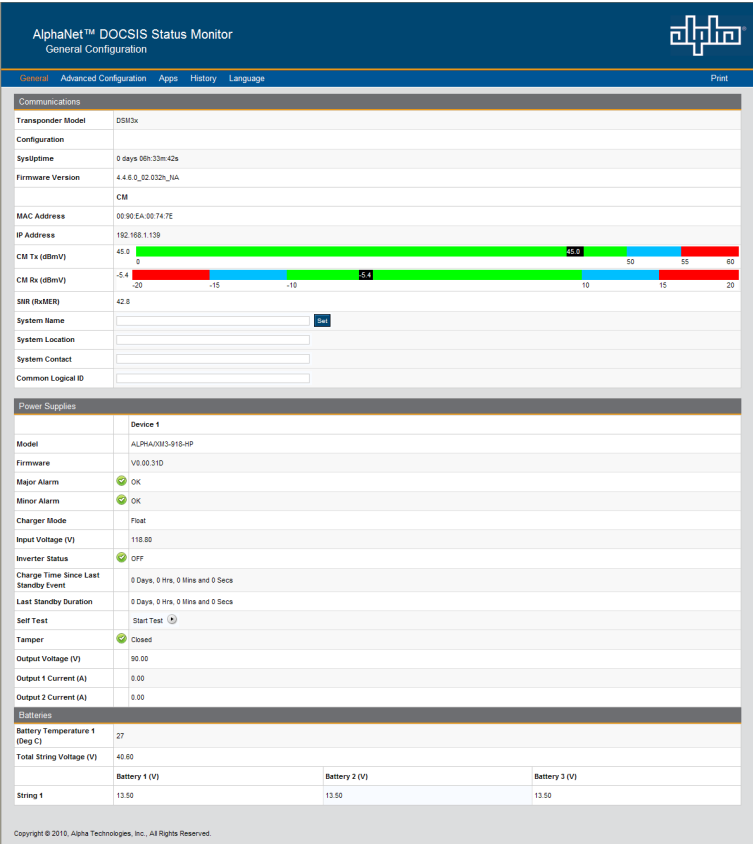

Fig. 2-30, Página de inicio del servidor Web
- 4. Aparecerá la página de inicio del servidor Web del transpondedor serie DSM3 (Fig. 2-30).